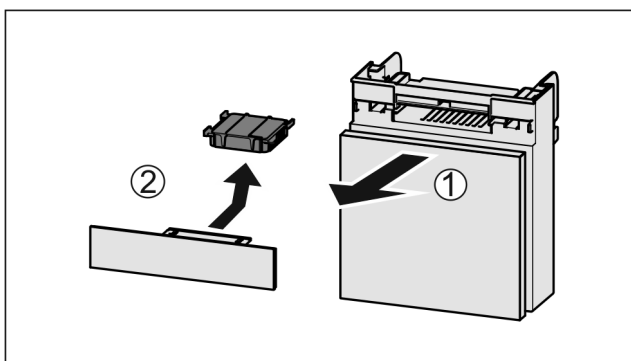

Fig. 164
- ▶ Zásuvku vytáhněte dopředu Fig. 164 (1).
- ▶ Filtr s aktivním uhlím vyjměte Fig. 164 (2).